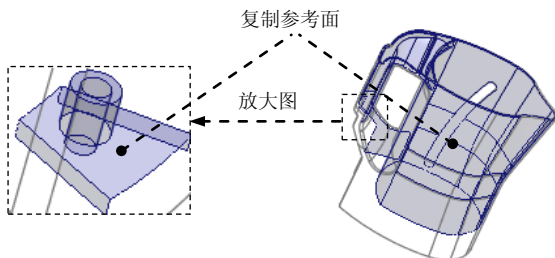
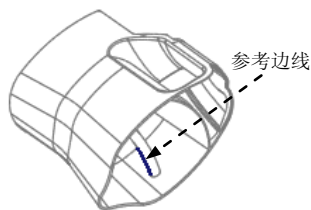

图 17.4 复制面
图 17.5 填补破孔
(1) 选取图 17.4 中的模型内表面为复制参考面（建议读者参考随书附赠资源中的视频录像选取）。
(2) 单击 **模具** 功能选项卡 **操作** 区域中的“复制”按钮 。
(3) 单击 **模具** 功能选项卡 **操作** 区域中的“粘贴”按钮 。系统弹出 **曲面：复制** 操控板。
(4) 填补复制曲面上的破孔。在操控板中单击 **选项** 按钮，在“选项”界面选中 ☒ **排除曲面并填充孔** 单选项，在 **填充孔/曲面** 区域中单击“单击此处添加项”，在系统的提示下，选取图 17.5 所示的边线为参考边线。
(5) 在“曲面：复制”操控板中单击  按钮。